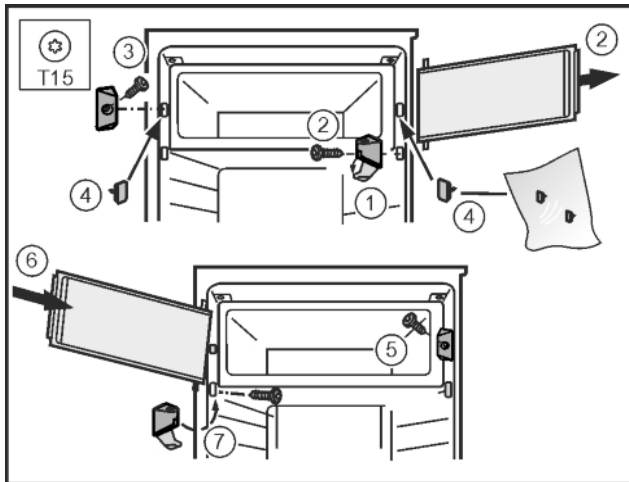

Fig. 14
- ▶ Abdeckung am Lagerbock wegklappen. Fig. 14 (1)
- ▶ Gefrierfachtür abnehmen: Lagerbock mit Schraubendreher T15 abschrauben. Fig. 14 (2)
- ▶ Verschlussstück mit Schraubendreher T15 abschrauben. Fig. 14 (3)
- ▶ Die freigewordenen Löcher mit beiliegenden Stopfen verschließen. Fig. 14 (4)
- ▶ Verschlussstück mit Schraubendreher T15 montieren. Fig. 14 (5)
- ▶ Gefrierfachtür oben einsetzen. Fig. 14 (6)
- ▶ Lagerbock montieren und Abdeckung zuklappen. Fig. 14 (7)